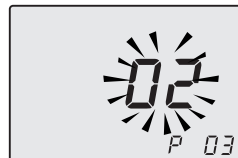

Figura 5.53
- Scorrere i vari parametri utilizzando i tasti 18 o 19 fino a far apparire sul display LCD le lettere **P03** e valore del parametro, indicanti l'entrata nel "parametro 03" (Figura 5.53).